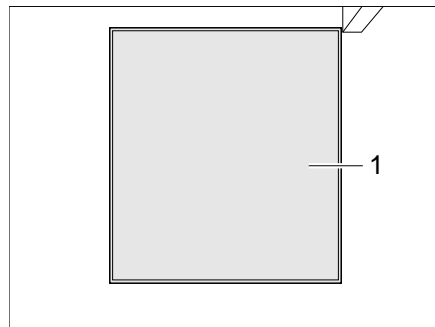

Bild 240 Zugang Fäkalientank, geschlossen
- Wenn der Zugang zum Fäkalientank (Kassette) (Bild 240,1) verschlossen ist: Toilettenraum herausziehen (siehe Abschnitt 11.7.1).